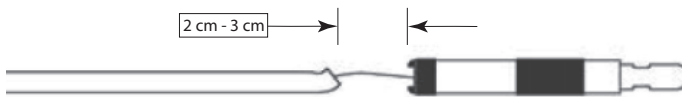

Figura 7
- c. Delicadamente, separe los extremos proximal y distal del elemento empujador abierto. Seguidamente, bajo fluoroscopia, tire de la porción proximal del elemento empujador de administración de implante aproximadamente 2-3 cm para confirmar la desconexión del implante de acuerdo con las instrucciones de uso (figura 7).